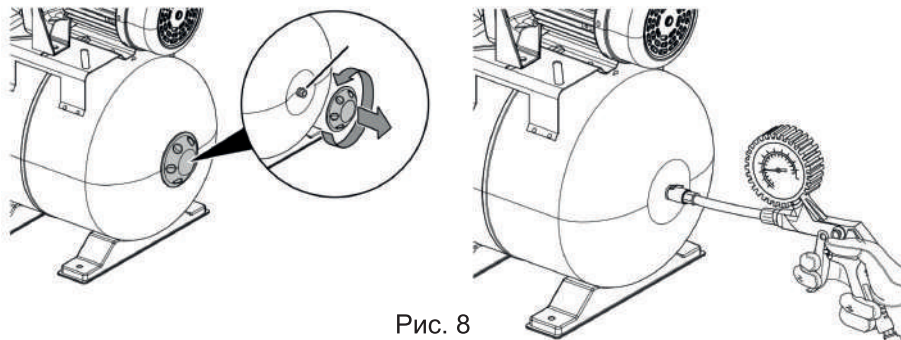

Рис. 8
**Для проверки давления в гидроаккумуляторе насосной станции (Рис. 8) необходимо:**